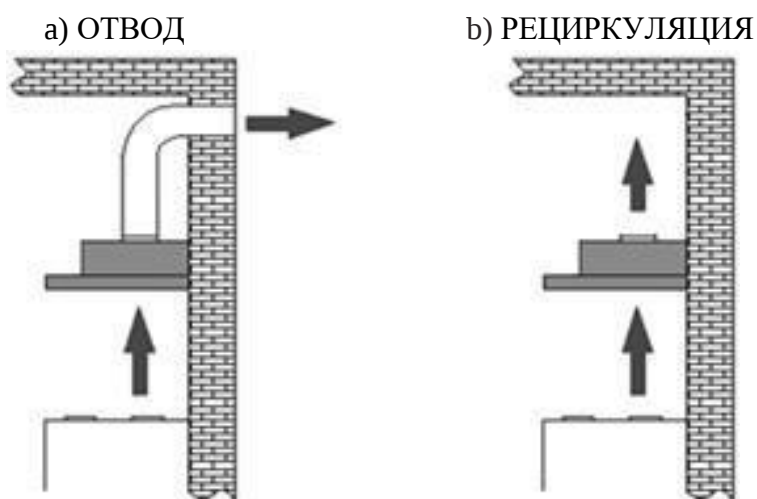

Рис. 8
6. При использовании вытяжки в режиме отвода (рис. 8а), необходимо установить антивозвратный клапан (рис. 6) и воздуховод, отводящий испарения (рис. 7).
1)Отвода (рис. 8а) – воздух удаляется из помещения через соединение вытяжки с вентиляционным каналом жестким пластиковым воздуховодом или гофрированным шлангом диаметром 120 мм. И, таким образом, все кухонные испарения, запахи, гарь и копоть, проходя через многоразовые алюминиевые жирособирающие фильтры, выводятся за пределы помещения. При данном режиме работы нет необходимости устанавливать угольные фильтры. Режим отвода является наиболее эффективным, поскольку вытяжка удаляет все кухонные испарения за пределы кухни в вентиляционную шахту.
2) Рециркуляции (рис. 8б) – внутренняя циркуляция воздуха через угольные фильтры (рис. 9). Вытяжка в данном случае не подключается к вентиляционной шахте и, таким образом, воздух просто прогоняется через вытяжку внутри кухни.